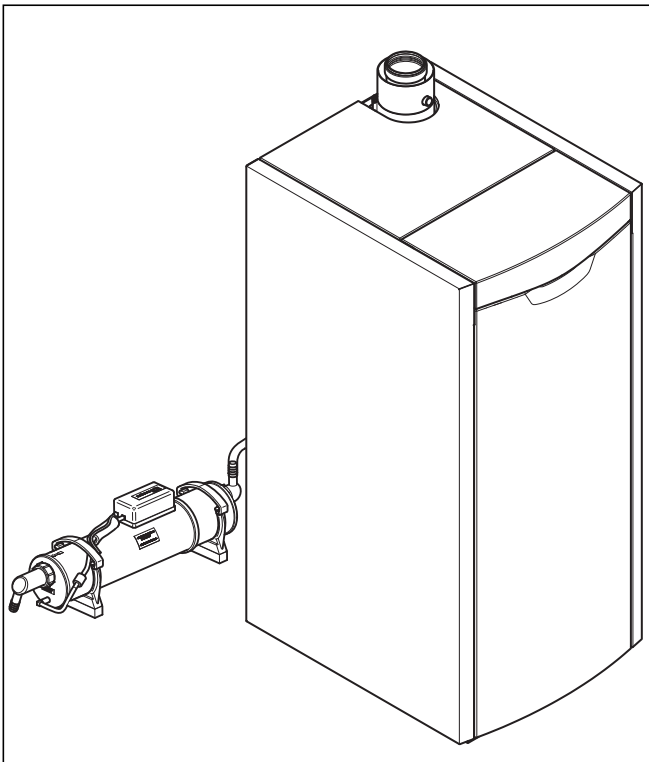

Abb. 3.4 Öl-Neutralisationseinrichtung platzieren (2)
- Stellen Sie die Neutralisationseinrichtung neben oder hinter dem Gerät auf (→ **Abb. 3.4**).